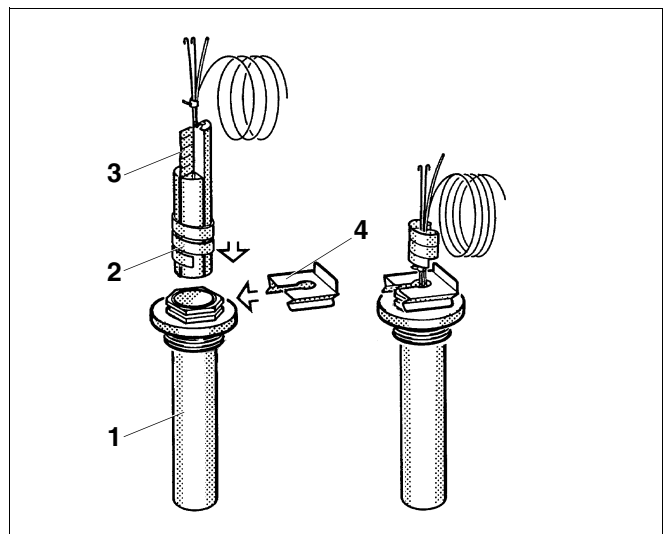

Fig. 64 Doigt de gant et sonde de température
- Introduire les sondes de température dans le doigt de gant jusqu'à la butée (fig. 64, **pos. 1**, point de mesure). La spirale en plastique (fig. 64, **pos. 2**) est automatiquement repoussée. Le ressort de compensation (fig. 64, **pos. 3**) doit simultanément être introduit dans le doigt de gant (fig. 64, **pos. 1**).
- Enfoncer l'arrêt de sécurité (fig. 64, **pos. 4**, inclus dans la livraison de l'appareil de régulation) dans la partie supérieure du doigt de gant, latéralement ou par le dessus.
Légende pour fig.64